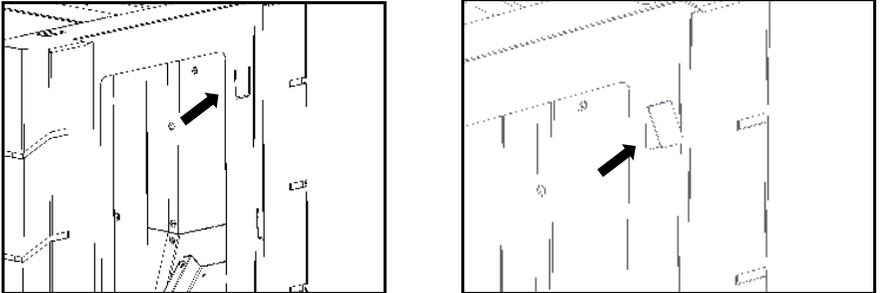

Figura 26 – Supporti della ceramica e del vetro
g) Per installare la parte anteriore in vetro o ceramica sull'apparecchio Kili, prima di seguire la procedura descritta al punto precedente, occorre piegare alcune alette situate sulla struttura laterale (vedi figura 26), in modo da impedire che i pezzi restino sciolti dentro la struttura. (è necessario piegare 6 alette).